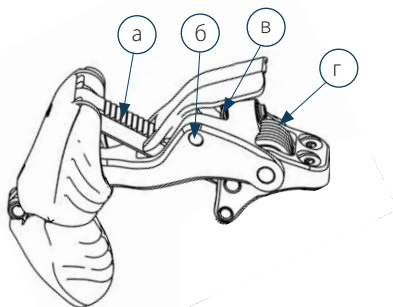

Рисунок 10: (а) зубці, (б) петля фіксатора, (в) вигляд фіксатора, (г) пружина
- Постійна робота з знежирювачами може призвести до видалення мастила з петель. Якщо необхідно, нанесіть безпечне мінеральне масло, на місця розташування петель (**Рисунок 10**).